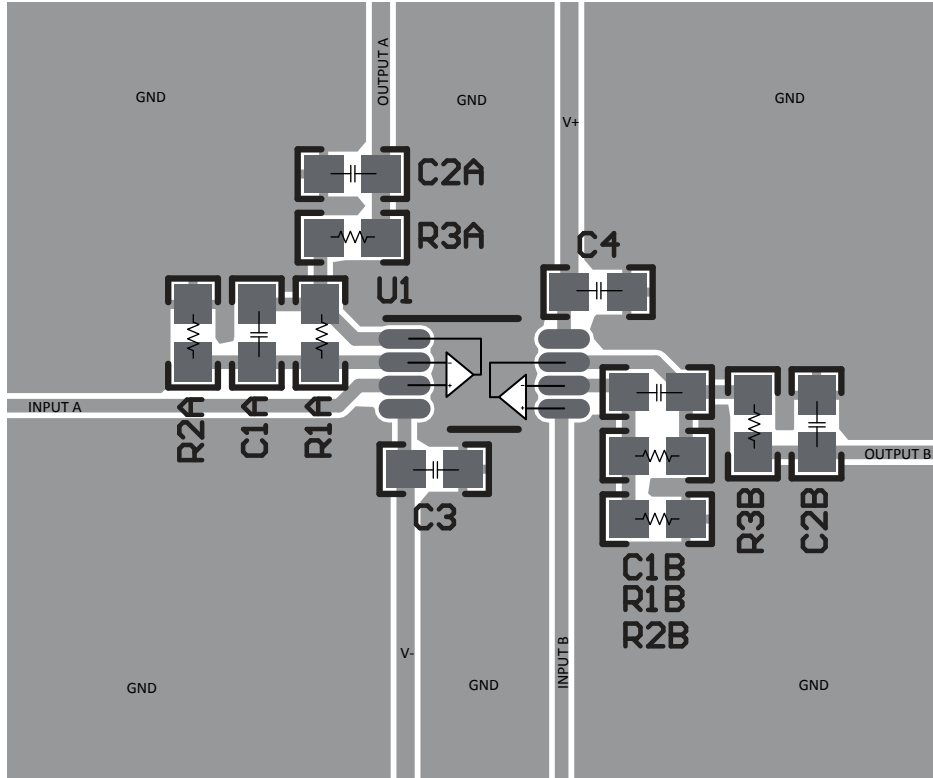

图 7-4. TLV9142 的示例布局
- 外部元件应尽量靠近器件放置。如图 7-4 所示，使 RF 和 RG 靠近反相输入可更大限度减小寄生电容。